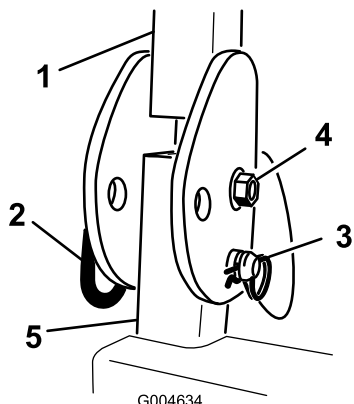

Рисунок 4
1. Извлеките П-образные шпильки и снимите 2 штифта с защитной дуги (Рисунок 4).
2. Поднимите защитную дугу в вертикальное положение, вставьте 2 штифта и закрепите их П-образными шпильками (Рисунок 4).